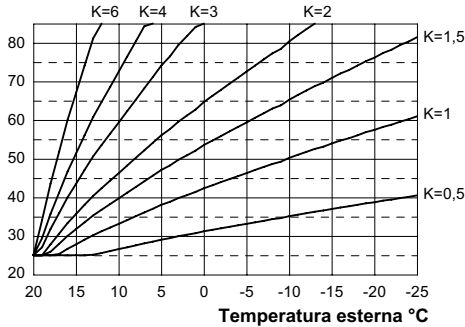
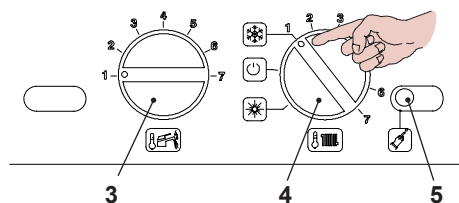

Fig. 5.56
Fig. 5.57
Quando si installa la sonda esterna bisogna impostare questo parametro in base al rendimento dell'impianto di riscaldamento per ottimizzare la temperatura di mandata (Fig. 5.56). Es. Per avere una temperatura di mandata all'impianto di riscaldamento di 60°C con una esterna di -5°C si deve settare un K di 1,5 (linea tratteggiata in Fig. 5.56).
- Posizionare le manopole 3 e 4 indicato in Fig. 5.57.
- Per settare il coefficiente K, determinato dalla Fig. 5.56 bisogna entrare in programmazione premendo per 15 secondi il pulsante di ripristino **5**, in Fig. 5.57 fino alla comparsa del parametro **P01** sul display LCD; sul display LCD compare la seguente visualizzazione (la sequenza **P01** si alterna a -- -- --).
- Premere il pulsante di ripristino **5**, in Fig. 5.57, per lo scorrimento dei vari parametri sino al raggiungimento del parametro **P15** valido per il settaggio del coefficiente K; sul display LCD compare a seguente visualizzazione (la sequenza **P15** si alterna a **00**).
ad un massimo di **255** in base alla curva scelta del coefficiente K in Fig. 5.56.